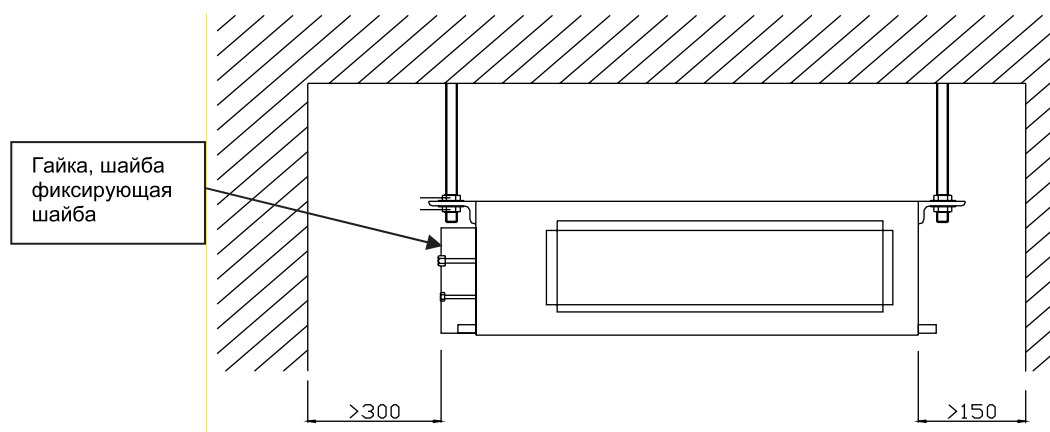

Рисунок 6.13 — Размещение блока
- Расстояния от боковой поверхности блока со стороны подключения до ближайшей стены должно быть не менее 300 мм (рис.6.13)